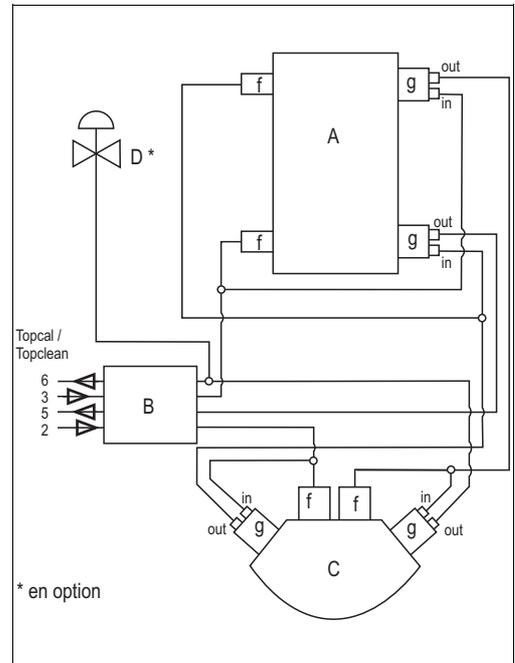
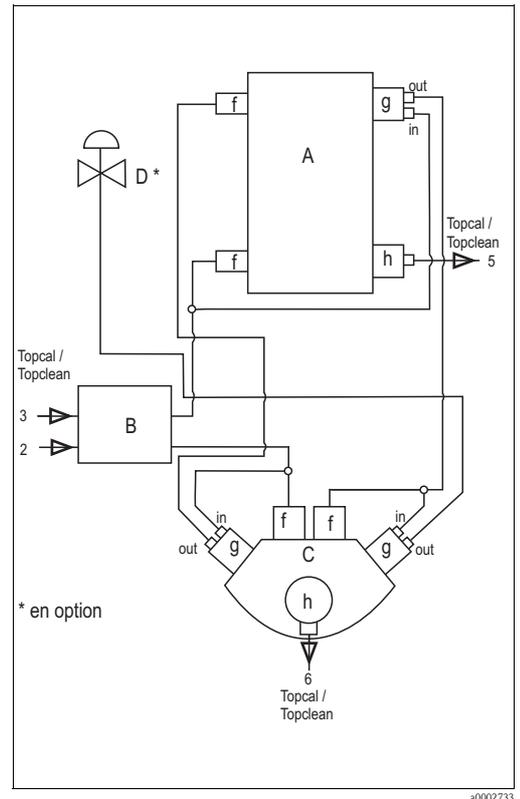

Fig. 14 : Schéma de raccordement des flexibles
Fig. 16 : Schéma de raccordement des flexibles
- Version "fin de course pneumatique" : 4 commutateurs pneumatiques (voir fig. 14)
- Version "fin de course électrique" : 3 commutateurs pneumatiques et 2 commutateurs inductifs (voir fig. 16)
3. Coupez la conduite d'air comprimé suivante (voir fig. 14, → fig. 16) :